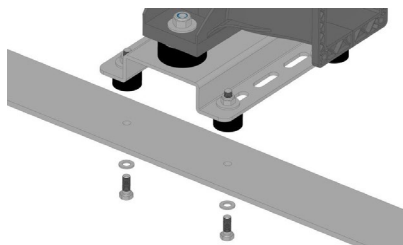

FIGURA 3
1. Fissare il ventilatore ad un impianto/macchina utilizzando opportuna bulloneria M8 (non fornita) (FIGURA 3);